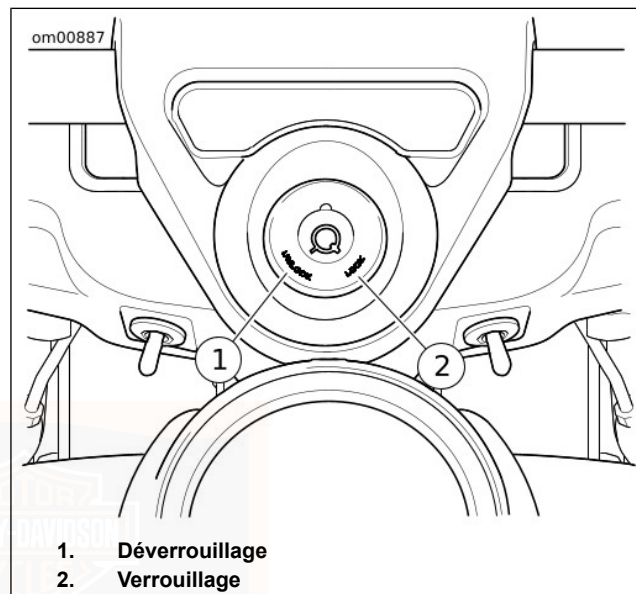

Figure 17. Verrou de fourche : Modèles Road King
FLHR, FLHRC, FLHRXS : Voir Figure 17. Le verrou de fourche est situé en haut de la colonne de direction, derrière la nacelle de phare, incorporé dans le couvercle de bride de guidon.
2. Voir Figure 17. Introduire la clé et la tourner dans le sens antihoraire pour la mettre en position verrouillée (LOCK). Retirer la clé.